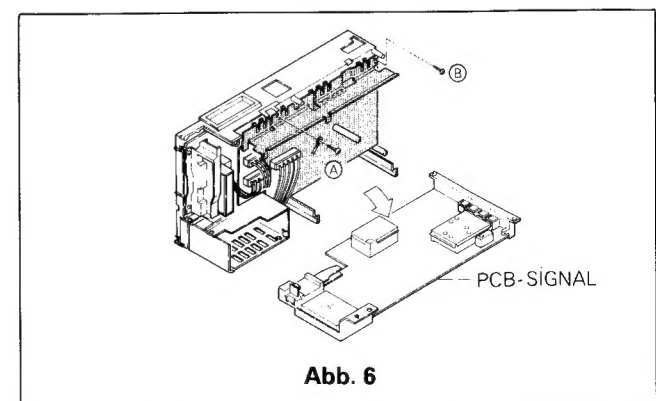

Abb. 6
2. Entfernen Sie die Schrauben (A) und (B), lösen Sie die Kabelbaumbefestigung (Abb. 6) und sichern Sie die Platine vor Berührung mit anderen Platinen.